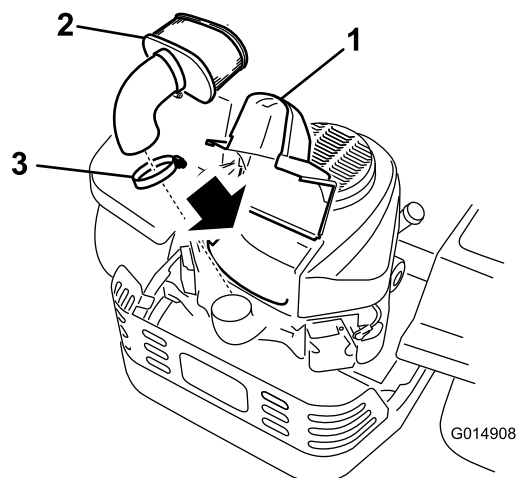

Figura 27
3. Limpie alrededor de la tapa del limpiador de aire para evitar que la suciedad penetre en el motor y cause daños. Levante la cubierta y retire la abrazadera que sujeta el conjunto del limpiador de aire al motor (Figura 27).
4. Afloje la abrazadera y retire el elemento de papel (Figura 27).